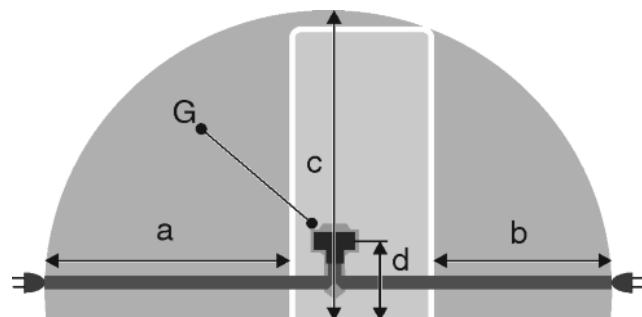

Fig. 27
- Priza se află în afara zonei părții posterioare a aparatului în zona dată Fig. 27 (a, b, c).
- Cuplați fișa aparatului Fig. 27 (G) pe partea posterioară a aparatului. Acordați atenție fixării corecte în poziție.